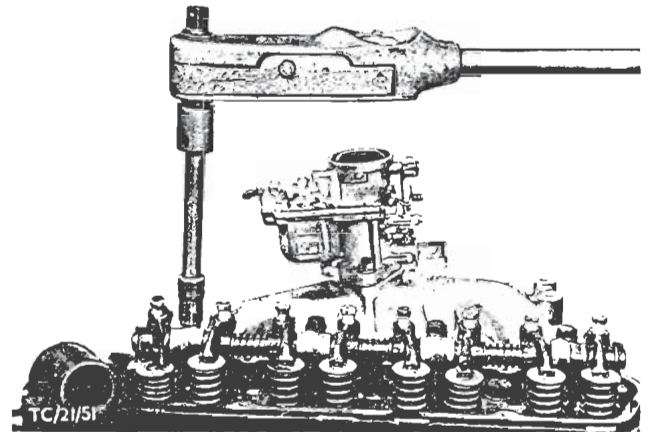

Fig. 92 - Spænd vippearmsakslens bolte med det specificerede moment. (Se Tekniske Data).
7. Stik stødstængerne ind i ventilløfterne. Monter vippearmsakslen, idet vippearmenes justerskruer styres ind i stødstængerne. Monter vippearmsakslens bolte og spænd dem som specificeret, Fig. 92. (Se Tekniske Data).